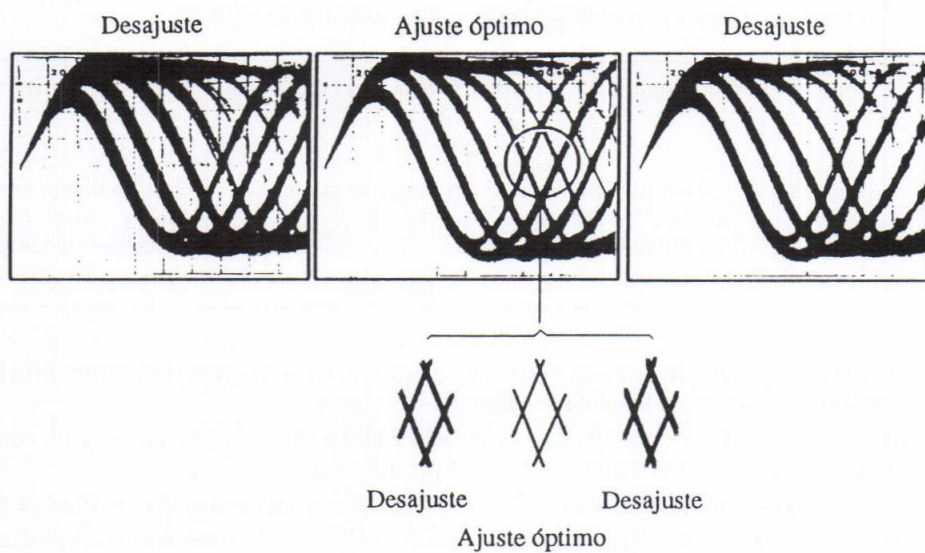

Figura 5 Patrón óptico
3. A continuación, ajuste el tornillo de ajuste de inclinación tangencial con un destornillador Phillips hasta que el patrón ocular (la forma de diamante del centro de la señal de RF) pueda verse con la mayor claridad (figura 5).